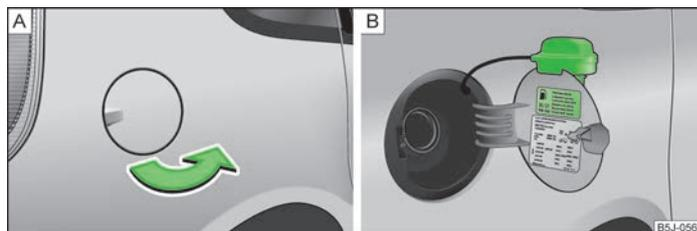

Abb. 112 Fahrzeugseite hinten rechts: Tankklappe / Tankklappe mit aufgeschraubtem Verschluss
Auf der Innenseite der Tankklappe sind die richtigen Kraftstoffarten für Ihr Fahrzeug, sowie die Reifengröße und der Reifenfülldruck angegeben » Abb. 112 auf Seite 136 - B.
- Die Tankklappe mit der Hand aufklappen » Abb. 112 - A.
- Den Tankverschluss linksherum herausdrehen und von oben auf die Tankklappe stecken » Abb. 112 - B.